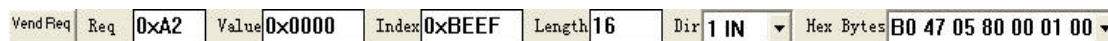

图 3.4 厂商请求
(4) VendReq 厂商请求，见图 3.4，CYPRESS 定义了两个有用的厂商请求，读写 EEPROM 和 RAM，请求格式包括请求 Req (0xA2 是读写 EEPROM，0xA3 是读写 SRAM)，请求值 Value (表示读写的初始地址)，索引 Index(这里没有用到)，Length (数据长度)，Dir (IN 或 OUT)，Hex Bytes (只有 DIR 是 OUT 时有意义，表示要写入的数据)，在执行请求先要下载固件 Vend\_ax。